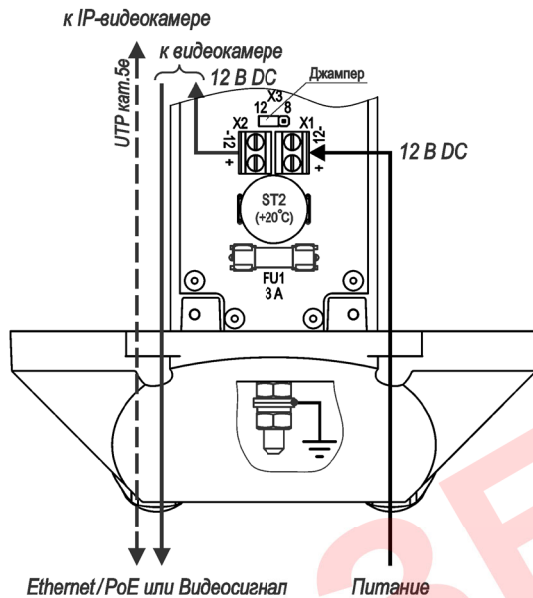

Рисунок 9 – Подключение ТГБ-7-12
*** Предприятием-изготовителем в ТГБ-7-24/12, ТГБ-7-220/12 джампер Х4 (Х7) установлен в положение «25» – мощность обогрева 25 Вт, для изменения мощности на 17 Вт джампер необходимо переставить в положение «17» (см. рисунки 3 и 4), в ТГБ-7-12 джампер Х3 установлен в положение «12» – мощность обогрева 12 Вт, для изменения мощности на 8 Вт джампер необходимо переставить в положение «8» (см. рисунок 9).